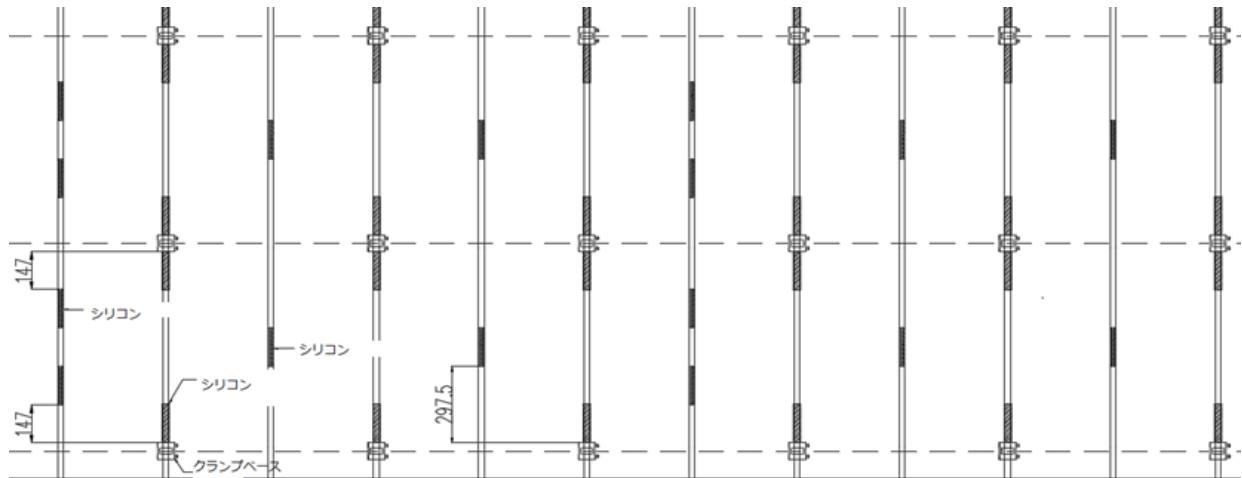

図 6
- 上記の方法に従って、製品を順番に取り外し、すべての製品の取り外しが完了するまで作業を続けます(図6参照)。取り外した製品は残留した接着剤を切り取り、損傷を避けるために適切に保管してください。